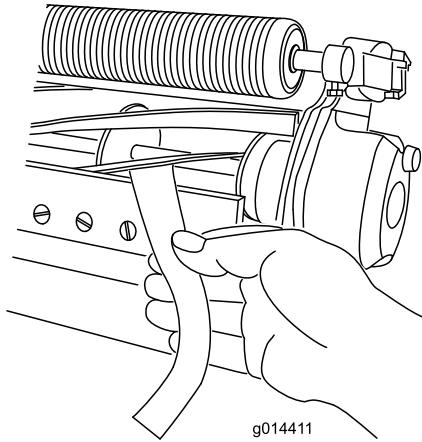

Figura 10
- B. Inserite una lunga striscia di carta di verifica del taglio (n. cat. Toro 125-5610) tra il cilindro e la controllama, perpendicolarmente alla controllama (Figura 10), poi **lentamente** ruotate il cilindro in avanti: dovrebbe tagliare la carta; in caso contrario, ripetete i passaggi A e B finché non la taglia.
11. Inserite una lunga striscia di carta di verifica del taglio (n. cat. Toro 125-5610) tra il cilindro e la controlama, perpendicolarmente alla controlama (Figura 10), poi **lentamente** ruotate il cilindro in avanti: dovrebbe tagliare la carta; in caso contrario, ruotate ciascuna vite di regolazione della barra di appoggio di uno scatto e ripetete questo passaggio fino a quando la carta non viene tagliata.